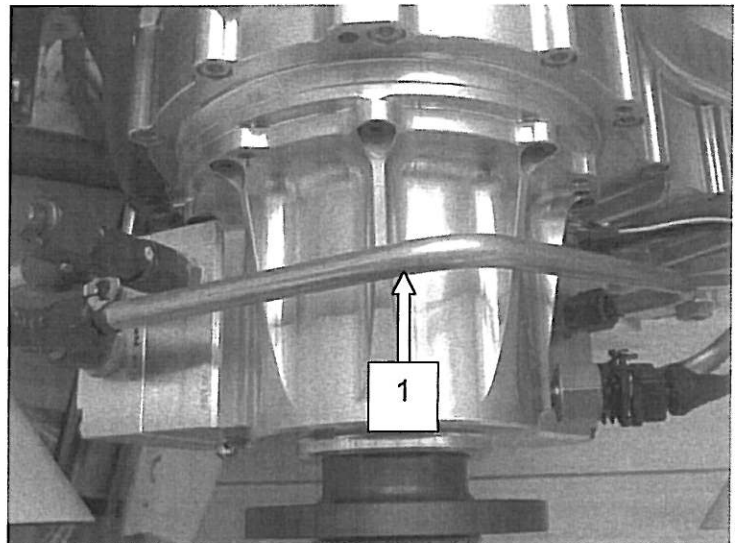
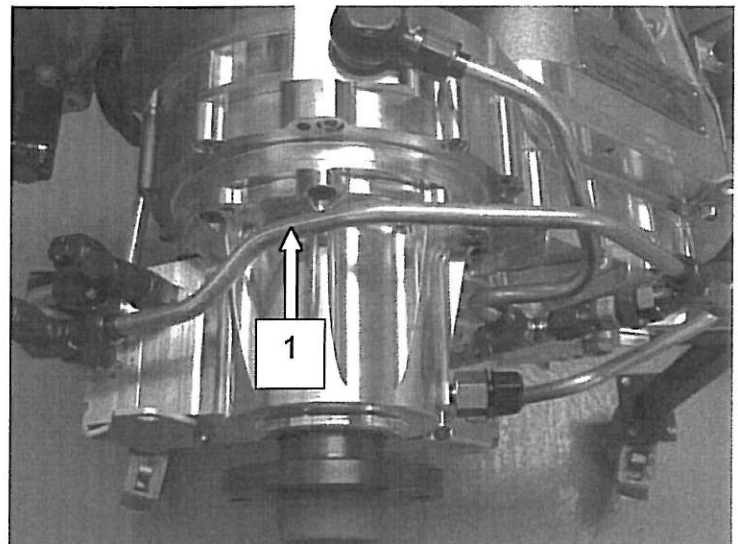

Bild 1 / Fig. 1
Bild 2 / Fig. 2
1. Die Aluminiumleitung Kombipumpe – Modulblock demontieren. Hierfür die Überwurfmutter der Aluminiumleitung lösen. Siehe Bild 1 und Bild 2.